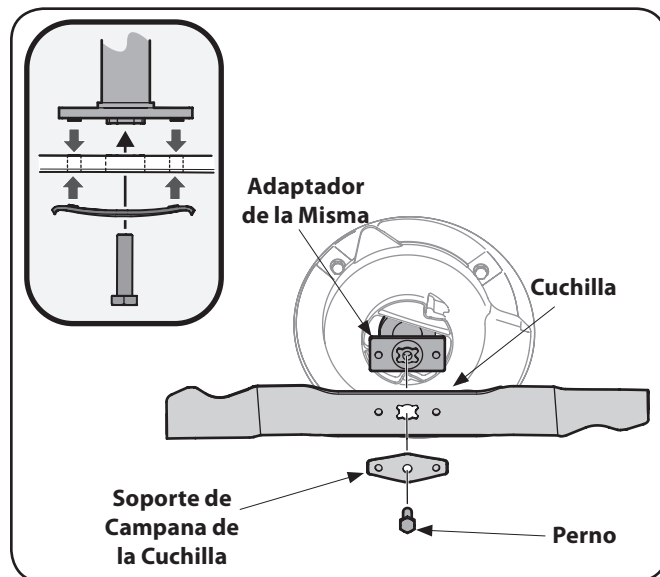

Figure 7-1
2. Saque el perno y el soporte de campana de la cuchilla que sostienen la cuchilla y el adaptador de la misma al cigüeñal del motor, Figure 7-1.
5. Instale la cuchilla con el lado marcado "Bottom" (inferior) o con el número de parte hacia el piso cuando la podadora esté en posición de operación. Asegúrese que la cuchilla quede alineada y asentada en las bridas del adaptador. Vea Figure 7-1 inserción.